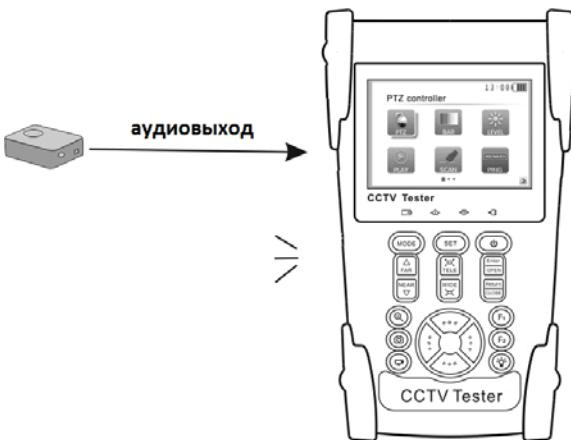

Рис.56 Тестирование входного аудиосигнала.
- Подключите CCTV-тестер к источнику аудио сигнала (Рис.56). Во всех режимах работы устройство воспроизводит звук через встроенный динамик.